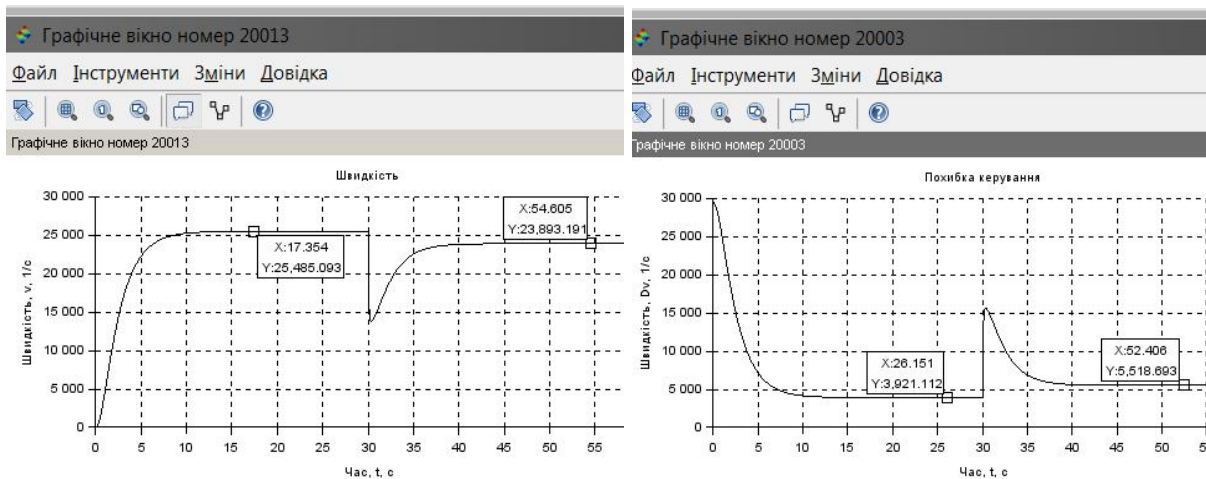

Рисунок 8.6 – Робота САУ при монотонному перехідному процесі
3.1 Підібрати величину коефіцієнта підсилення напівпровідникового підсилювача таким, при якому перехідний процес монотонний (рис. 8.6).